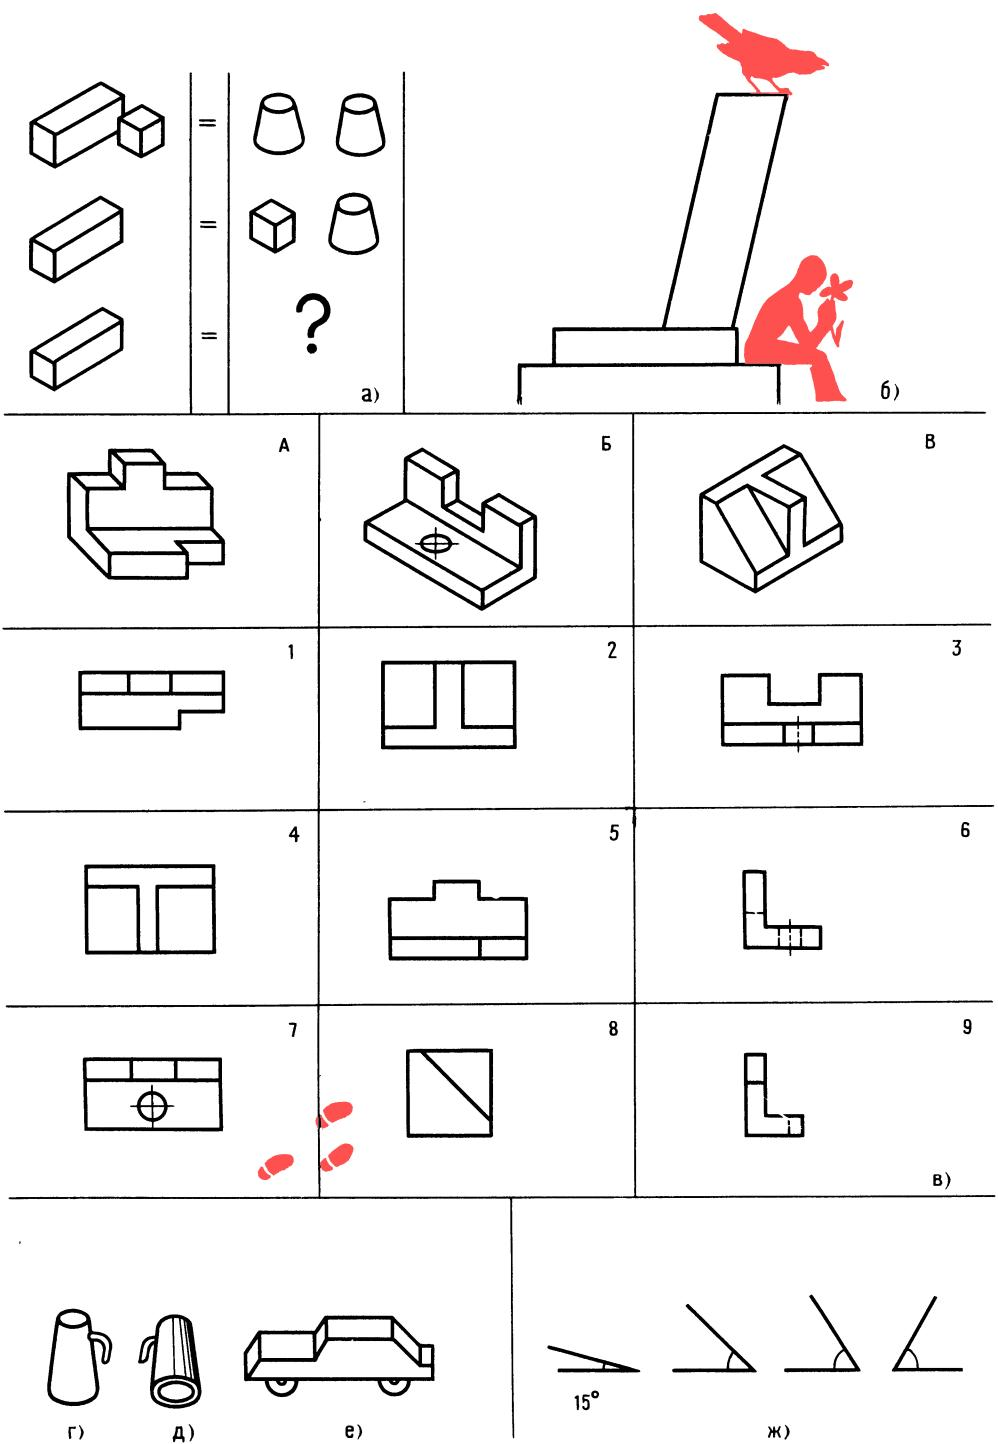

Рис. 49. К задачам 64, 72, 73, 76 и 77
64. Сколько небольших брусков надо положить на весы, чтобы уравновесить один брускок? (рис. 49, а) [5].
72. На рис. 49, б изображен вид спереди на пьедестал, на котором установлен столб прямоугольного сечения (Мешалкин сдвинул его на край пьедестала). Известно, что если точка центра тяжести не выходит за пределы основания предмета, то последний не упадет. Известно и другое. Центр тяжести изображенной фигуры находится в точке пересечения диагоналей. Спроецируйте точку центра тяжести и определите, упадет ли столб. Но прежде чем определить устойчивость столба, ответьте на следующий вопрос: если все-таки предположить, что столб упадет, придавит он Мешалкина или нет?
73. К техническим рисункам [3], выполненным в аксонометрических проекциях, обозначенных буквами *A*, *B*, *V*, найдите изображения видов спереди, сверху, слева, обозначенных цифрами 1—9 (см. рис. 49, в).
- 58** 76. На рис. 49, г изображен предмет (кувшин), видимый одновременно спереди и сверху, а на рис. 49, д изображен тот же предмет, но видимый сзади и снизу. Попробуйте представить в таком же ракурсе другой предмет (рис. 49, е).
77. Посмотрите на угол  $15^\circ$  и определите на глаз, сколько градусов в каждом из остальных трех углов (рис. 49, ж).